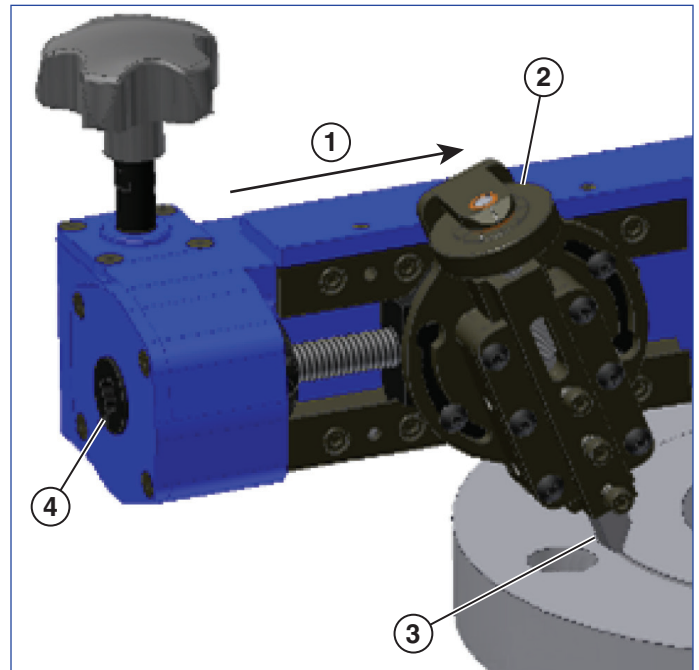

Abb. 12
3. Stecken Sie einen Knarrenschlüssel in das Ende der Vorschubspindel. Verwenden Sie den Tiefeneinstellknopf und den Knarrenschlüssel, um den Werkzeugeinsatz etwas über dem Werkstück zu positionieren (siehe Abb. 12).